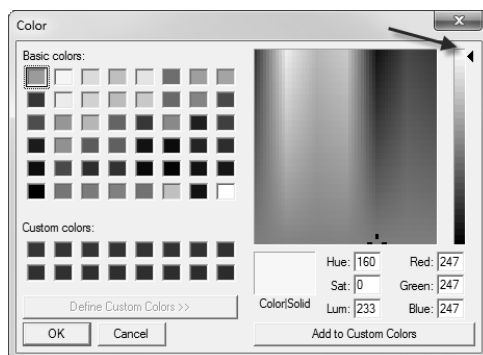

图 13-72 颜色拾取
- (10) 将 Type 设置为 ColorAlpha, Pixel mapping 设置为 Linear2, Mode 设置为 Greaterthan。单击 Color 选项进入如图 13-72 所示的颜色拾取器, 具体设置如图所示, 单击 OK 按钮去除白色底色。
- (11) 单击 Close 按钮关闭 Image Plane 对话框。